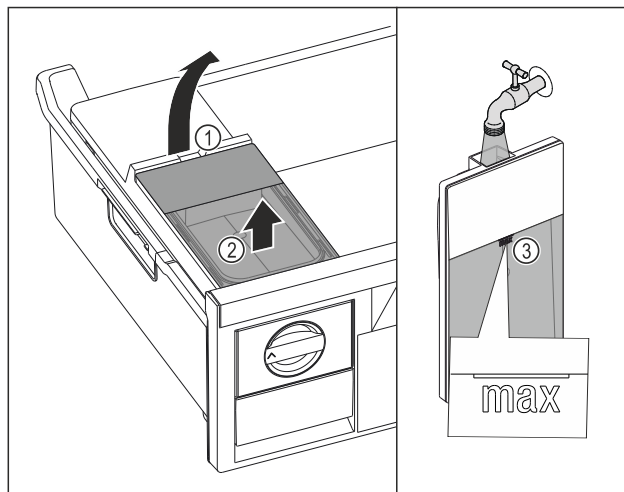

Fig. 71
- ▶ Sollevare il serbatoio dell'acqua dalla cavità Fig. 71 (1).
- ▶ Rimuovere il serbatoio dell'acqua estraendolo verso l'alto. Fig. 71 (2)
- ▶ Riempire il serbatoio dell'acqua con acqua potabile fino al contrassegno Fig. 71 (3).